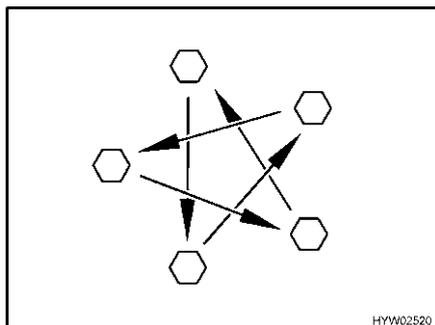

Fig. 234 Apretar las tuercas o los tornillos de las ruedas en forma de cruz
- Comprobar periódicamente que las tuercas o tornillos de las ruedas estén firmemente apretados. Reajustar en forma de cruz (Fig. 234) las tuercas o tornillos después de cambiar una rueda, al cabo de 50 km. Par de apriete, véase apartado 13.5.2.
- ▷ Apretar en forma de cruz las tuercas o los tornillos de las ruedas (Fig. 234).